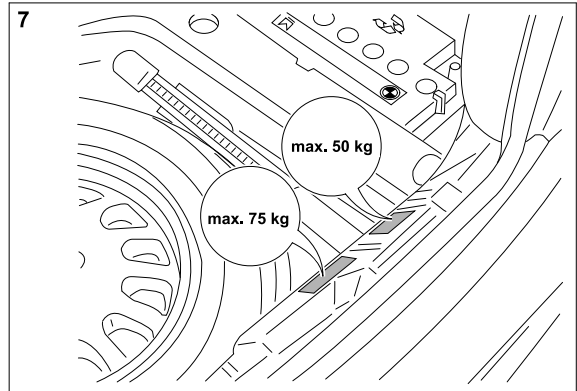

Fig. 7: Placa indicativa de la carga de apoyo
- 17.) Adherir la placa indicativa de la carga de apoyo de máx 75 kg en el lado inferior de la tapa trasera al lado de la cerradura (ver fig. 7).